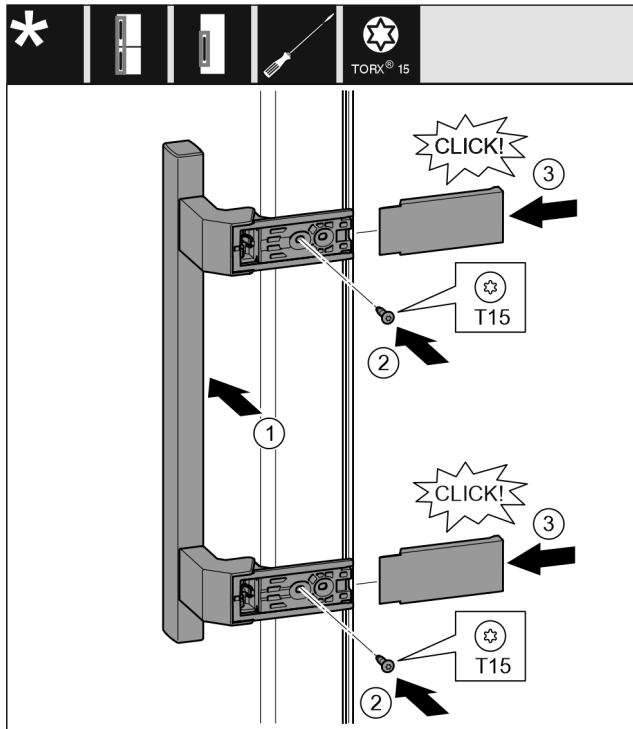

Fig. 40
- Sett håndtaket på på motsatt side. Fig. 40 (1)
- Skru fast skruene med skrutrekker T15. Fig. 40 (2)
- Sett dekslene på på siden, og skyv dem på. Fig. 40 (3)